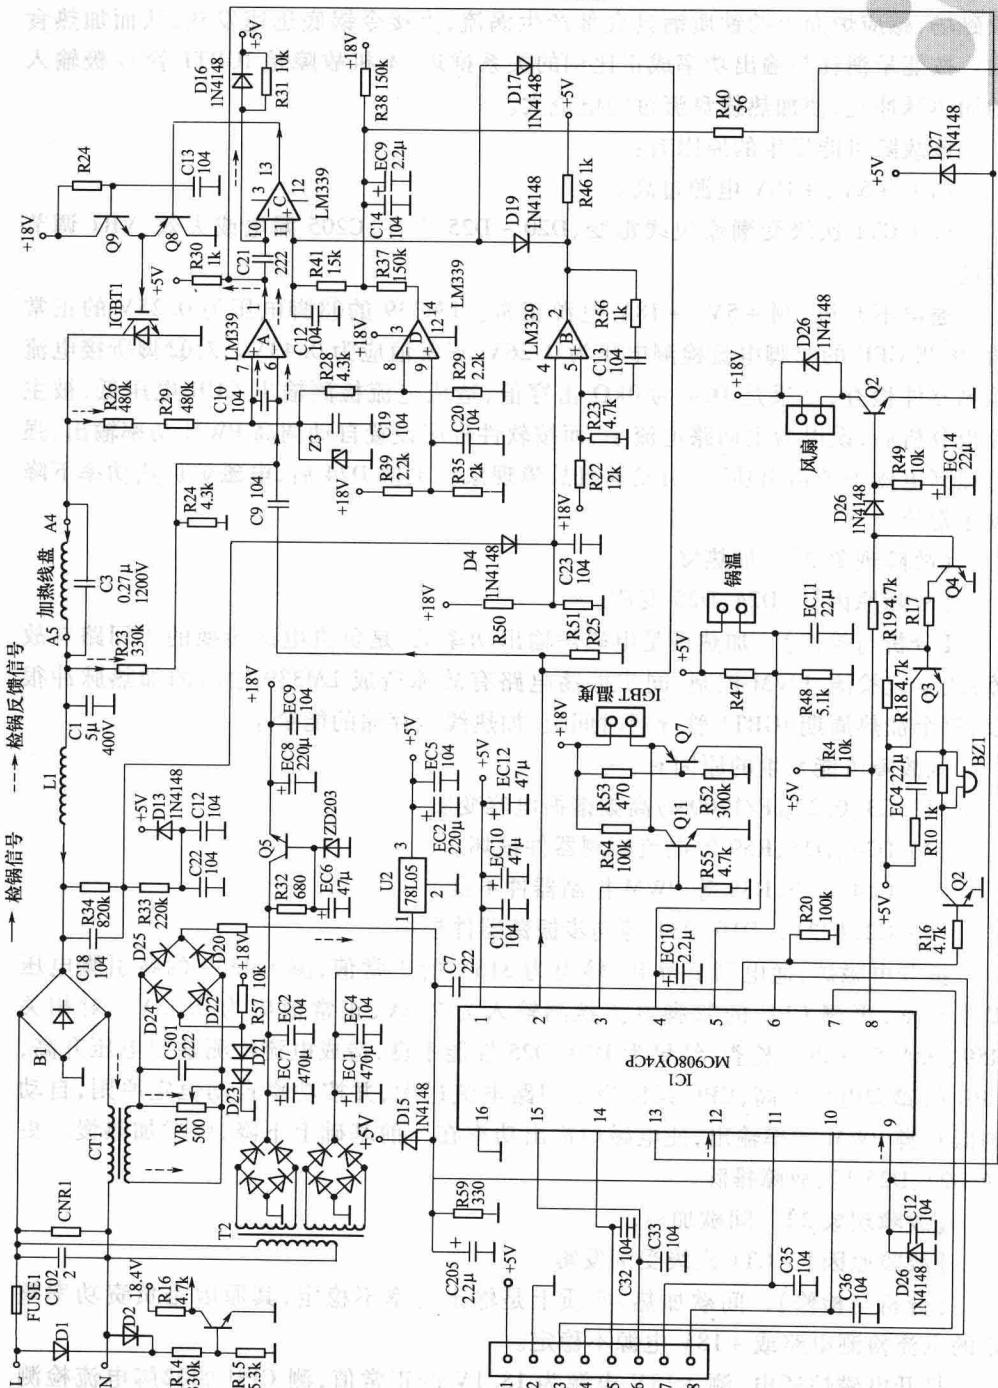

图 1-8 美的 MC-EF197 第一款电磁炉
8. 美的 MC-EF197 电磁炉(图 1-8)
【分析与检修】 根据电磁炉维修经验,声光报警有两类:一类是报警无锅,电磁炉认定自身正常,只是没有放置锅具,为此电磁炉禁止加热,但不限制其他键的操作;另一类报警温度传感器及其他器件损坏,电磁炉认定自身出现了问题,禁止加热并限定其他键的操作。据此分析,本机属于无锅报警,是图 1-8 所示箭头、虚箭头方向的检锅及反馈信号途径电路不能正常工作所致。